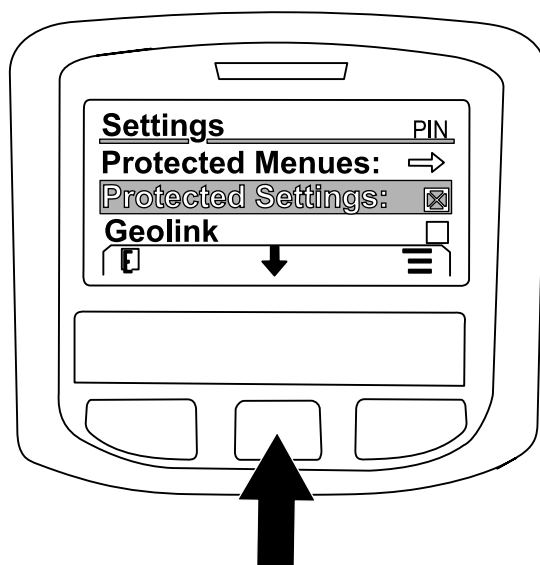

Bild 229
7. Drücken Sie die mittlere Taste , um auf die Option GEOLINK zu navigieren; drücken Sie die rechte Taste, um die Option auszuwählen (Bild 229).